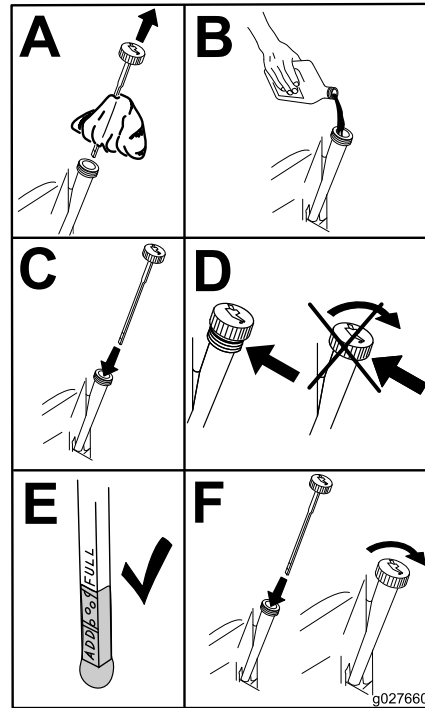

Figura 49
5. Vierta lentamente un 80% aproximadamente del aceite especificado por el tubo de llenado, luego añada lentamente el resto del aceite hasta que llegue a la marca **Full** (Figura 49).